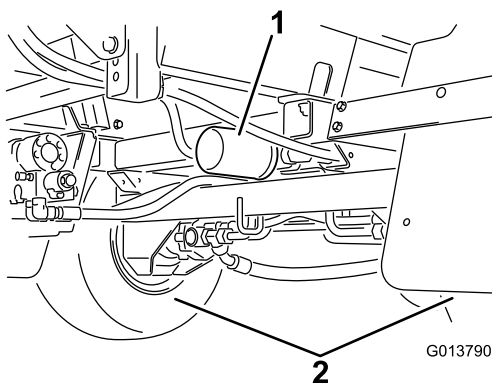

Figura 143
2. Localice los dos filtros hidráulicos en la máquina (Figura 142 y Figura 143).